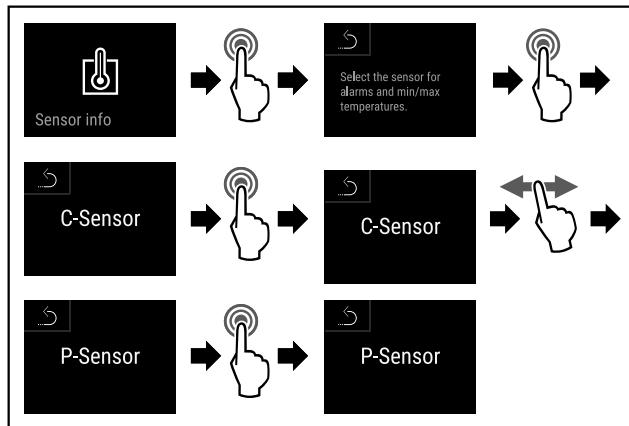

Fig. 167
- Seguir los pasos de procedimiento (consulte Fig. 167) .